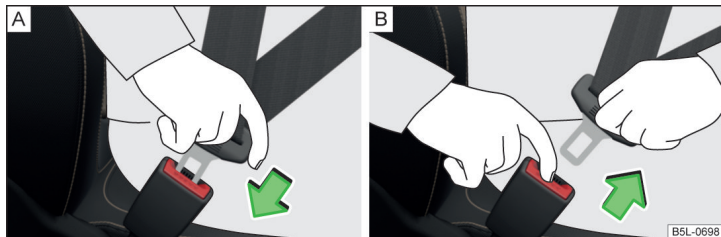

Fig. 6 Fixarea sau desfacerea centurii de siguranță
- Introduceți clema de fixare în catarama aferentă a centurii de siguranță » fig. 6 - [A] până când se fixează cu un declic.
- Apăsați tasta de culoare roșie de pe catarama centurii » fig. 6 - [B], lamela de fixare sare afară.